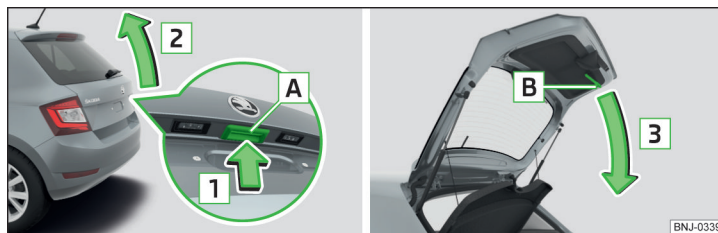

Fig. 50 Abrir/cerrar la tapa del maletero
- Para **abrir** la tecla  presionar en el sentido de la flecha  » fig. 50.
Se desactiva la tecla  » fig. 50 cuando se arranca o a partir de una velocidad de más de 5 km/h. Después de parar el vehículo y abrir una puerta se volverá a activar la tecla.